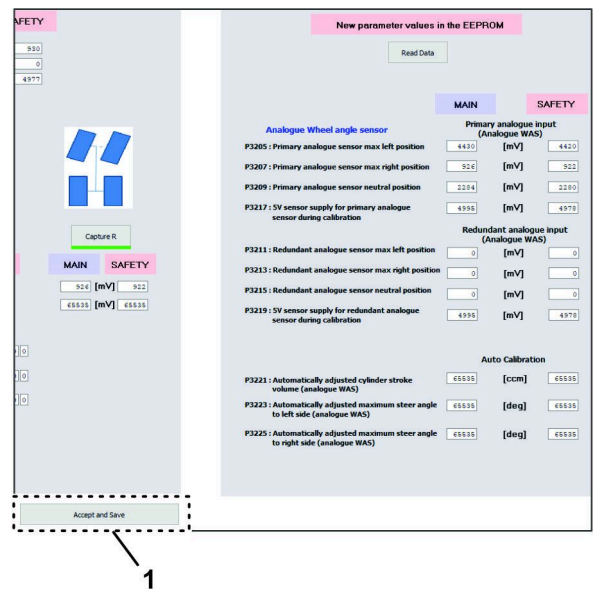

Figura 151
9. Haga clic en el icono ACEPTAR Y GUARDAR (Figura 151).